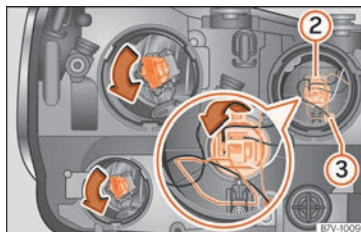

**Fig. 63** Faro izquierdo.
- Presione con fuerza el gancho de alambre hacia abajo y extraiga hacia atrás el portalámparas » fig. 63 ② junto con la lámpara.
- Extraiga hacia atrás el portalámparas » fig. 63 ③ con la lámpara.